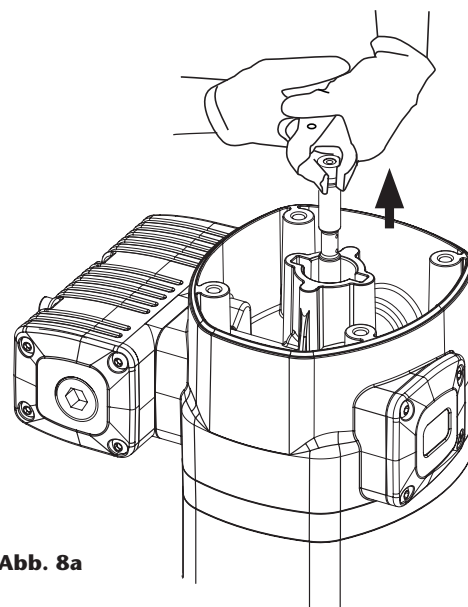

Abb. 8a
1. Lösen Sie die vier Schrauben (A) und entfernen Sie den Deckel (B).
2. Schrauben Sie die Sensorhülse ab (C).
3. Ziehen Sie mit einer Handbacke an der Hülse (D) die Stange (O) heraus, bis seine zentrale Aussparung erscheint (Abb. 8a). Anschliessend mit einer weiteren Handbacke die Stange (O) in der zentralen Aussparung greifen, um die Dichtfläche nicht zu beschädigen, und die Hülse (D) abschrauben (Abb. 8b).
4. O-Ring (E) und Ring (F) wegwerfen und später beim Zusammenbau neue verwenden.
5. Lösen Sie die vier Schrauben (R). Ziehen Sie den Motorkopf (J) hoch, bis er zusammen mit dem Flansch (L) freigegeben wird.
6. Entfernen Sie die Hülse (G) und ersetzen Sie ihre Dichtungen (H) y (I).
7. Lösen Sie die fünf Schrauben (M) und trennen Sie den Motor (J) von dem Flansch (L). Entfernen Sie die Scheibe (K) und ersetzen Sie die Dichtung (H).
8. Entfernen Sie den Zylinder (N), indem Sie den Kolben (Q) vorsichtig festhalten. Ersetzen Sie die Dichtung (P) dieses Kolbens.
9. Der Zusammenbau erfolgt in umgekehrter Reihenfolge, wobei Schrauben (M), Mutter (D) und Sensorhülse (C) mit Gewindesicherung versehen werden.